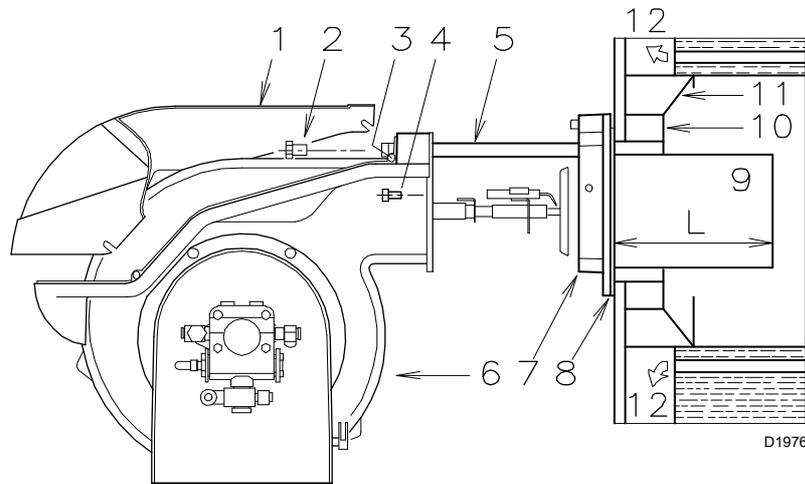

Abb. 12
Für Heizkessel mit vorderem Abgasumlauf 12)(Abb. 12) oder mit Flammenumkehrkammer muss eine Schutzschicht aus feuerfestem Material 10), zwischen feuerfestem Material des Kessels 11) und Flammrohr 9)(Abb. 12) vorgesehen werden.
Für Heizkessel mit wassergekühlter Frontseite ist die Verkleidung mit feuerfestem Material 10)-11)(Abb. 12) nicht notwendig, sofern dies nicht ausdrücklich vom Kesselhersteller verlangt wird.
Bauen Sie das Flammrohr 9)(Abb. 12) aus dem Brenner 6)(Abb. 12) aus:
Befestigen Sie den Flansch 7)(Abb. 12) an der Platte des Heizkessels und setzen Sie die mitgelieferte Isolierdichtung 8)(Abb. 12) dazwischen;
- den Brenner an den Führungen 2)(Abb. 15), wie auf der (Abb. 12 auf Seite 18) gezeigt, öffnen;